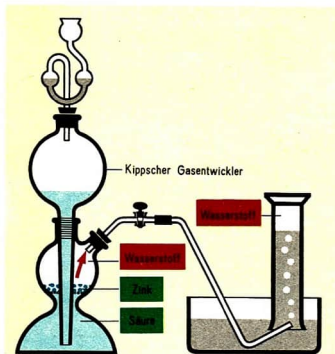

Abb. 48 Im Kippschen Apparat steigt bei geöffnetem Hahn Säure zum Zink, und es bildet sich Wasserstoff.
Vorsicht! In einem Kippschen Gasentwickler läßt man Zink und eine Säure (z. B. Salzsäure) aufeinander einwirken. Der entweichende Wasserstoff wird in Standzylindern pneumatisch aufgefangen (Abb. 48).
Im Laboratorium stellt man Wasserstoff meist durch Reaktion von Zink oder einem anderen Metall mit einer Säure dar (Experiment 38). Man benutzt dazu den Kipp'schen Gasentwickler (Abb. 48). Mit Hilfe dieses Gerätes ist es möglich, die Reaktion nach Bedarf in Gang zu setzen und zu unterbrechen. ① ②
- ① Was geschieht, wenn der Hahn des Kippschen Gasentwicklers (Abb. 48) geschlossen wird?
- ② Wie wird das pneumatische Auffangen eines Gases vorbereitet? Welche Geräte werden dazu benötigt?
- ③ Nach längerer Zeit entweicht Wasserstoff auch aus einem offenen Standzylinder, dessen Öffnung nach unten zeigt. Gib dafür eine Erklärung!
- ④ Berechne, wievielmals so groß die Masse eines Liters Luft (1,293 g) im Vergleich zur Masse eines Liters Wasserstoff ist (↗ S. 76)!
- ⑤ Welches Ergebnis wäre zu erwarten, wenn man beim Experiment 39 (↗ S. 75) statt der Kerze einen brennenden oder glimmenden Span in Wasserstoff bringen würde?
- ⑥ Drei mit Glasplatten abgedeckte Standzylinder sind mit Stickstoff beziehungsweise mit Wasserstoff oder Sauerstoff gefüllt. Wie kann man die Zylinder herausfinden, die Sauerstoff beziehungsweise Wasserstoff enthalten? Werte dazu die Tabellen 4 (↗ S. 43) und 9 aus!
- ⑦ Leite aus der Formel von Wasser die Wertigkeit von Sauerstoff ab!
- ⑧ Wieviel Gramm molekularen Sauerstoff und wieviel Gramm molekularen Wasserstoff braucht man zur Herstellung von 1 mol Wasser?
- ⑨ Wieviel Gramm Sauerstoff werden zur Verbrennung von 1,5 g Wasserstoff benötigt? Wieviel Gramm Wasser entstehen dabei?